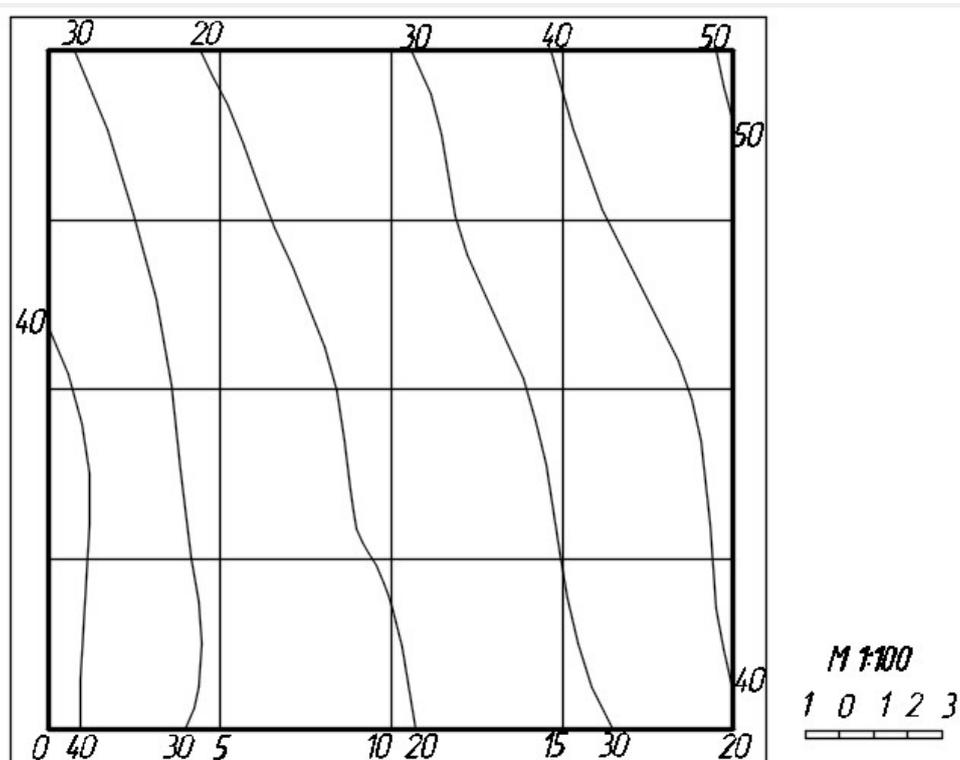

Рис. 9.5. План топографической поверхности
3. Создать план топографической поверхности (рис. 9.5) при помощи сетки прямоугольных координат.